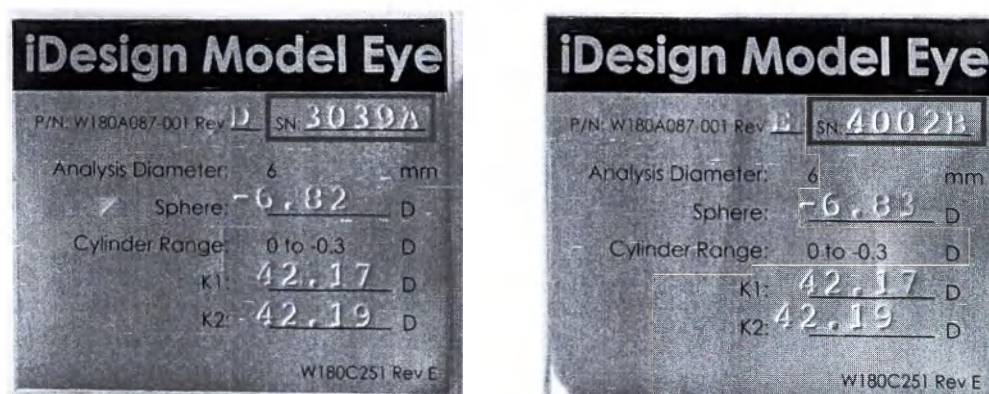

Рис. 5-8 — Маркировка модели глаза А и В
Выбираемая модель глаза должна соответствовать маркировке на задней части физической модели глаза, найденной и выбранной на этапе 1 (см. Рис. 5-8).
- На Рис. 5-8 показана маркировка модели глаза А и В.